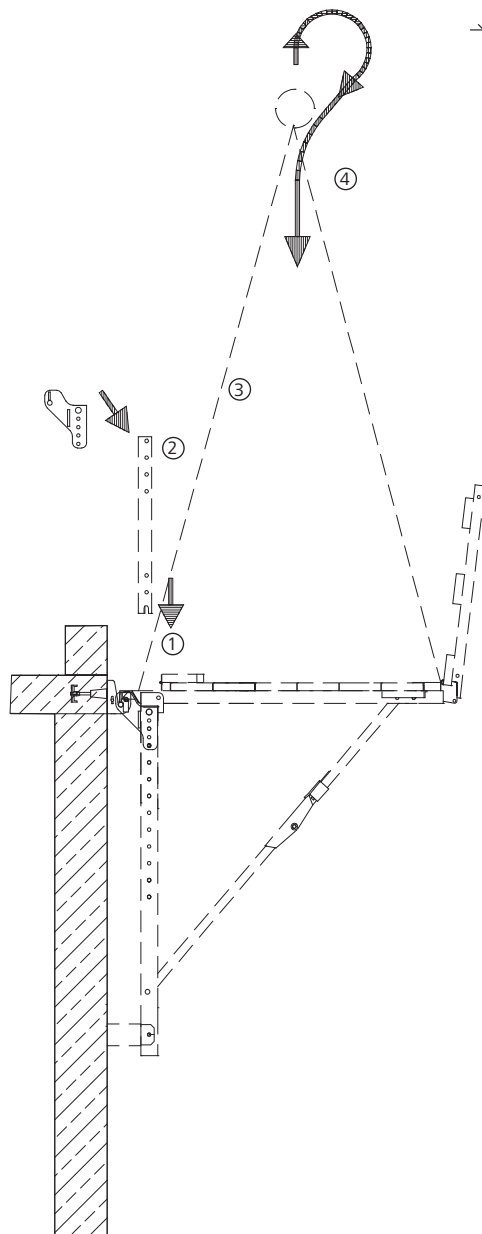

Fig. 14.1
Les étapes 1., 2., 3. etc. des explications ci-après font également référence aux chiffres de la Fig. 14.1.
1. Le madrier articulé doit être replié comme dans la Fig. 14.1.
4. Gruter la plate-forme à l'endroit souhaité (Fig. 14.1).